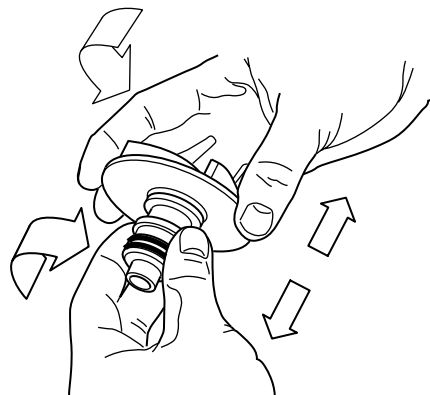

Figure 2
5. Prudemment, déposer les pièces rotatives de la bague d'étanchéité du manchon de l'impulseur en tirant et en tournant sur le ressort et sur la bague d'étanchéité (voir la Figure 2). Faire bien attention de ne pas endommager la surface de l'impulseur lorsque l'on chasse les bagues d'étanchéité et les sièges des bagues.